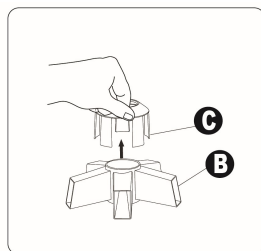
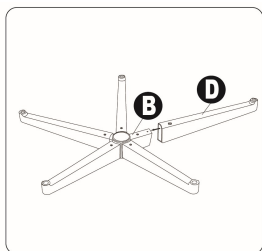

図1
図2
3. 図1に示すように、ベース(B)からベースカバー(C)を取り外し、ベースを反転させます。図2のように、メタルレッグ(D)をベース(B)に差し込み、16 mm 小ねじ(J)で固定します。**すべてのねじを締めてください。**警告: 5 か所ある各レッグとハブの接続部分を、手でしっかりと締めてください。ねじ山がつぶれないよう、ねじの締めすぎには注意してください。電動工具は使用しないでください。レッグ接続部に問題がある場合、またはねじがしっかりと閉まらない場合は、作業を止めて、ベースを使用しないでください。カスタマーサービスまでお問い合わせください。90 日ごとに、すべてのねじを確認し、締めなおしてください。